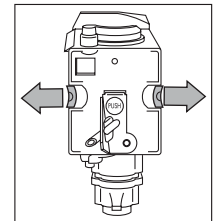

Fig. 44
- Une fois inséré, s'assurer que les boutons colorés sont éjectés, sinon le volet de service ne peut se fermer (Fig. 44).